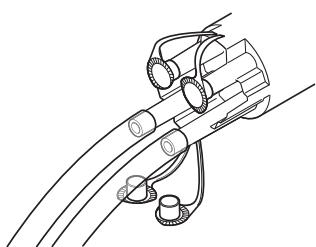

Abbildung 4 Schläuche am Sammelrohr anbringen
- Absaugschläuche an den Anschlüsse des Sammelrohrs anbringen (Abbildung 4). Nach Bedarf Absaugschläuche von 5/16 Zoll (7,9 mm) Innendurchmesser bzw. Absaugschläuche von 1/4 Zoll (6,4 mm) Innendurchmesser mit einem 5/16-Zoll-Adapter (7,9 mm) verwenden.